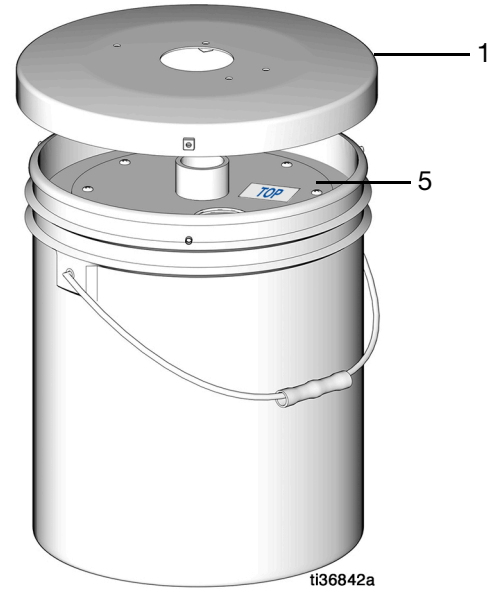

图 6
6. 将桶盖 (1) 放在压油盘 (5) 的顶部 (图 6)。